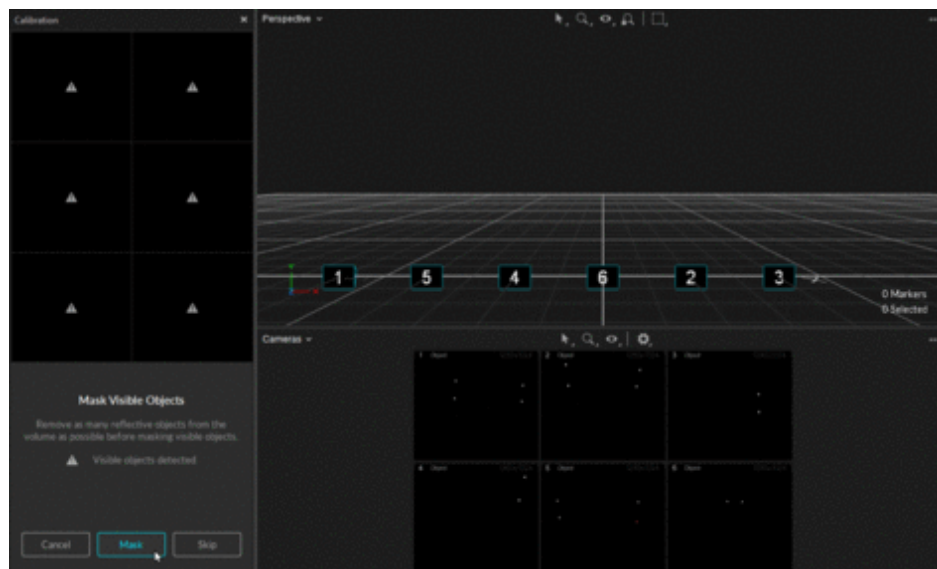

Figura 16: Aplicación de máscaras sobre los reflejos detectados.
**Paso 3:** Seleccionar la opción **Mask** que se aprecia en la Figura 16.